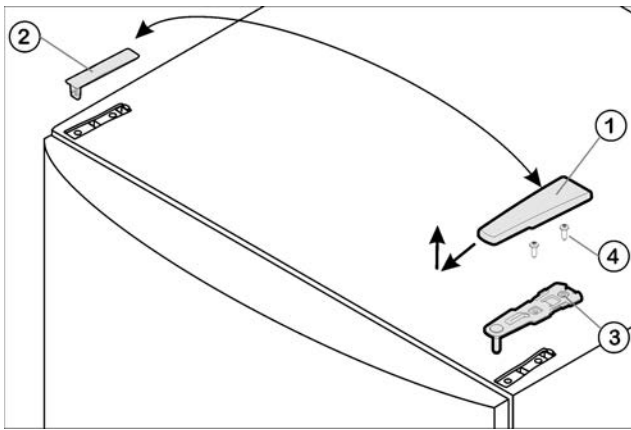

Fig. 4
- ▶ Потяните крышку Fig. 4 (1) вперед и вверх.
- ▶ Снимите крышку Fig. 4 (2).
- ▶ Открутите верхний опорный кронштейн Fig. 4 (3) (2 шт. Torx® 25) Fig. 4 (4) и вытяните вверх.
- ▶ Установите верхний опорный кронштейн Fig. 4 (3) на новой стороне шарнира и защелкните в дверце.
- ▶ Привинтите верхний опорный кронштейн (**с моментом 4 Нм**) (2 шт. Torx® 25) Fig. 4 (4). При необходимости сделайте отверстия или используйте аккумуляторную отвертку.
- ▶ Наденьте и защелкните крышку Fig. 4 (1) и крышку Fig. 4 (2) на противоположной стороне снаружи.